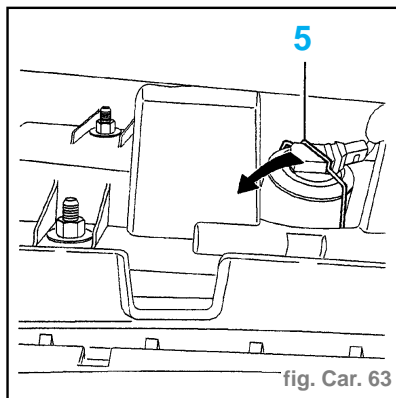

fig. Car. 63
Nota : Lorsque le faisceau est défectueux, il est autorisé de basculer l'épingle de sécurité (5) et ainsi de ne déposer que le faisceau airbag (fig. Car. 63).
- Serrer les écrous (3) à **0,4 daN.m.**